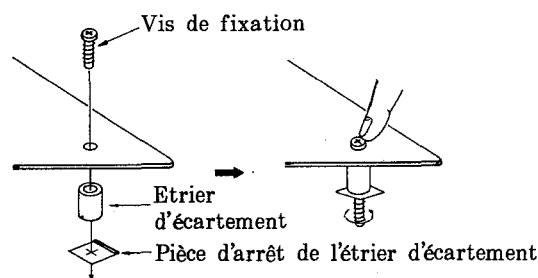

Fig.17
- (9) Installer les vis de fixation, les étriers d'écartement et les pièces d'écartement (4 pièces chaque) sur la plaquette de mémorisation à bulles. (Voir la Fig. 17.)
- Appuyer avec le doigt sur la tête de la vis de fixation et tourner la pièce d'arrêt de l'étrier d'écartement pour adapter l'étrier d'écartement. (Voir la Fig. 17.)